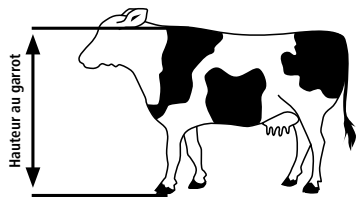

Figure 3
**Hauteur de montage : Voir fig. 3 + 4**